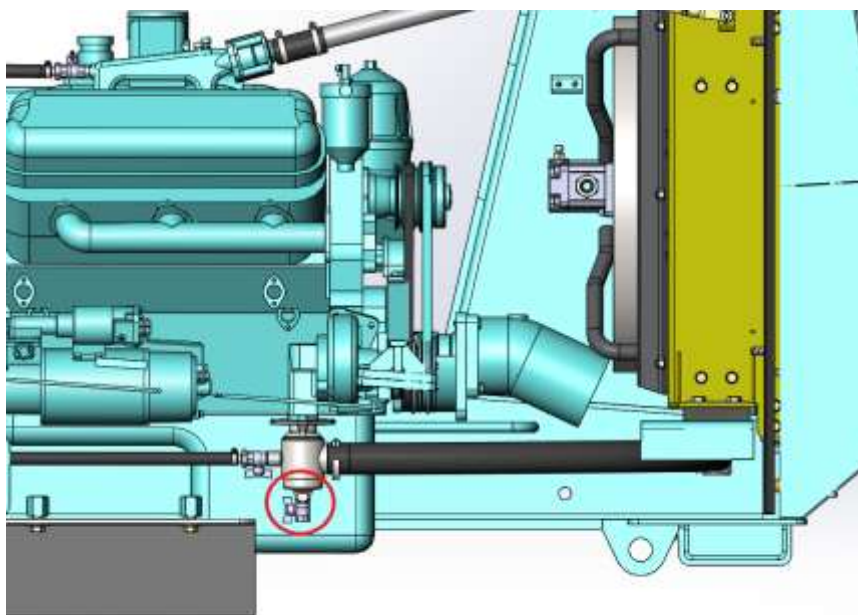

Рисунок 5.26. Кран для слива охлаждающей жидкости
- В предварительно подготовленную емкость слить охлаждающую жидкость. Для слива охлаждающей жидкости с двигателя предусмотрен кран. Кран расположен рядом с корпусом водяного насоса (рис. 5.26).